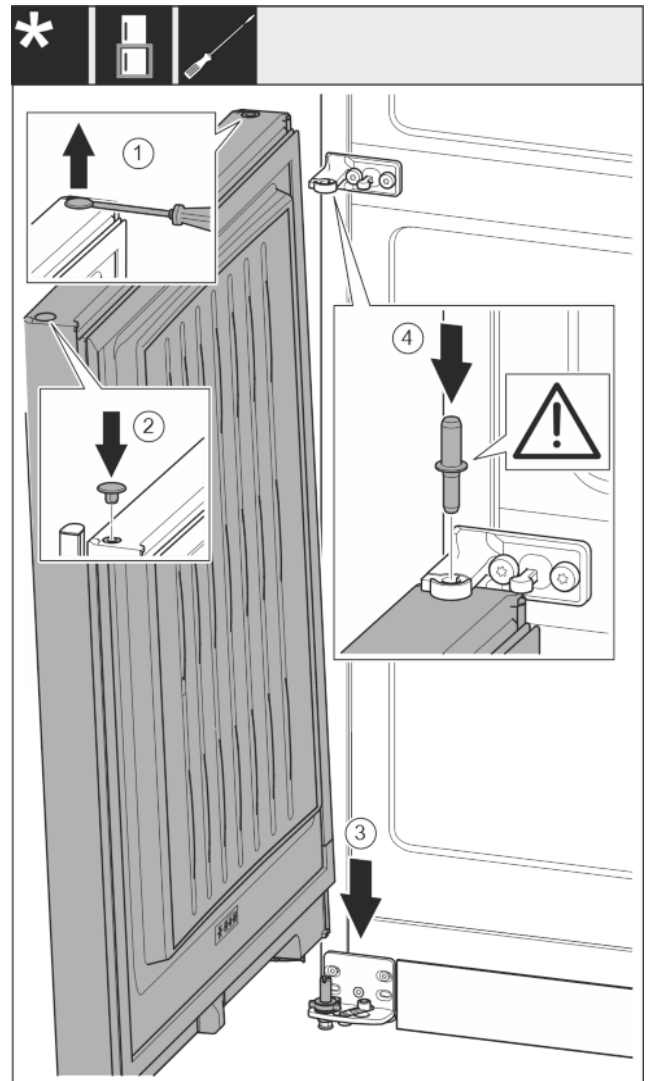

Fig. 24
- ▶ Stopfen vorsichtig mit einem Schlitzschraubendreher anheben und herausziehen. Fig. 24 (1)
- ▶ Stopfen auf der anderen Türseite wieder einsetzen. Fig. 24 (2)
- ▶ Tür von oben auf den unteren Lagerbolzen aufsetzen. Fig. 24 (3)
- ▶ Lagerbolzen Mitte durch Lagerbock Mitte in die untere Tür einsetzen. Dabei darauf achten, dass der Rastnocken nach hinten zeigt. Fig. 24 (4)